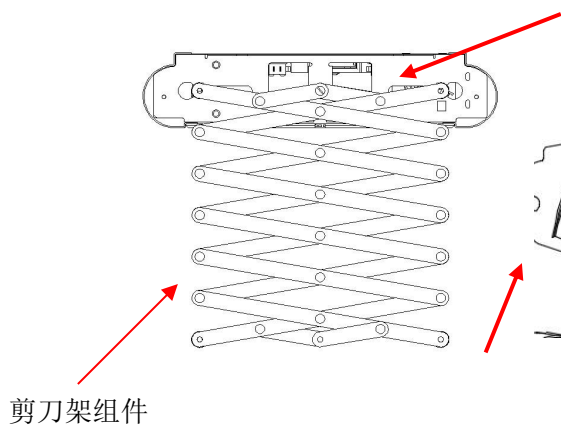
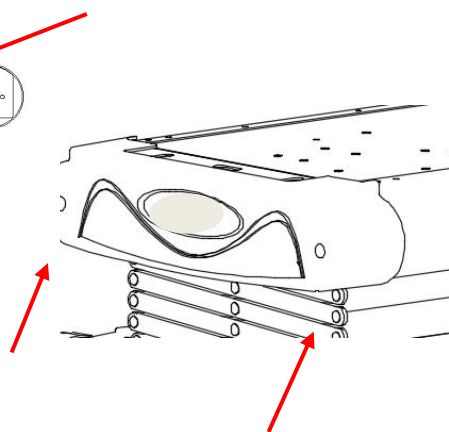

图 3
图 4
7. 安装剪刀架：先将剪刀架一端安装在主机安装板上，用剪刀架螺丝锁紧（如图 3 所示），盖上端盖，用 M4\*8 螺丝拧紧，然后剪掉剪刀组扎带（如图 4 所示）。